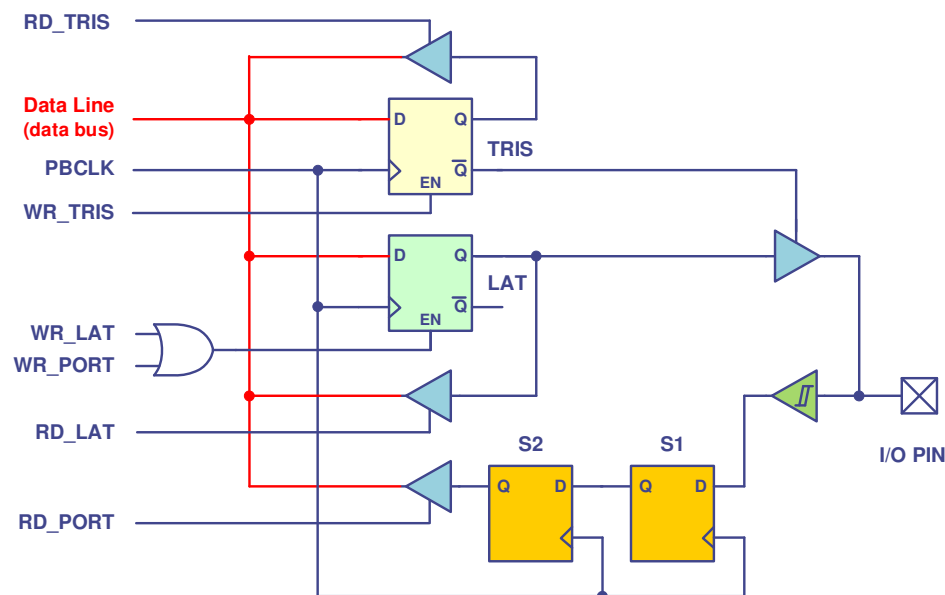

Figura 1. Diagrama de blocos simplificado de um porto de I/O no PIC32.
A Figura 1 apresenta o diagrama de blocos de um porto de I/O de 1 bit no PIC32. Nesse esquema, para além dos registos **TRIS** e **LAT**, destacam-se ainda os dois flip-flops S1 e S2 presentes no caminho do porto para efeitos de leitura. Esses *flip-flops*, em conjunto, formam
- A escrita num porto configurado como entrada não tem qualquer consequência: o valor é escrito no *flip-flop* LAT associado ao porto mas não fica disponível no exterior uma vez que é barrado pela porta *tri-state* que se encontra na saída e que está em alta impedância (ver Figura 1).